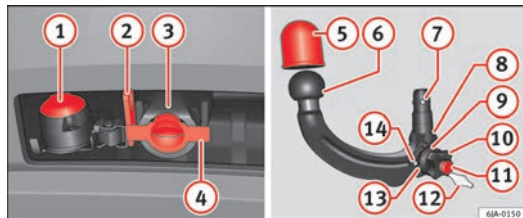

Fig. 114 Supporto del dispositivo di gancio di traino / barra a testa sferica
Legenda ⇒ fig. 114
- Rimuovere il tappo del foro della bussola di serraggio (4) ⇒ fig. 114 tirando verso il basso.
La barra a testa sferica va collocata in posizione di manutenzione in modo tale da esser pronta per l'inserimento nella bussola di serraggio ⇒ fig. 114.
- Collocare il tappo del foro della bussola di serraggio (4) ⇒ fig. 114.